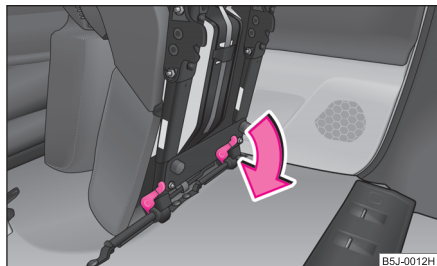

Fig. 54 Deblocarea scaunului rabatat în față
- Deblocați scaunul rabatat în față, prin apăsarea în direcția indicată de săgeată, a elementelor de blocare ⇒ fig. 54.
- Rabatați în față scaunul lateral ⇒ pagina 58 și deblocați-l ⇒ fig. 54.